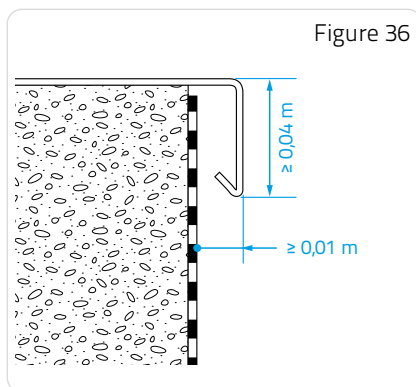

Figure 36
□ Dispositifs en tête de relevé (Figures 36 et 37).